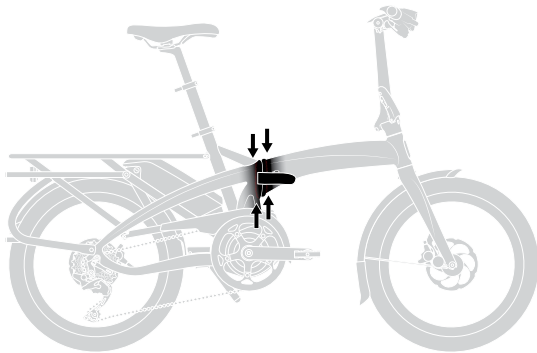

fig. 15
- Compruebe el cuadro, especialmente en la zona de todas las juntas de los tubos y las bisagras (fig. 15); el manillar; la potencia; y la tija del sillín para ver si hay arañazos profundos, roturas o decoloración. Estos son signos de desgaste causados por la tensión e indican que es necesario reemplazar una pieza.